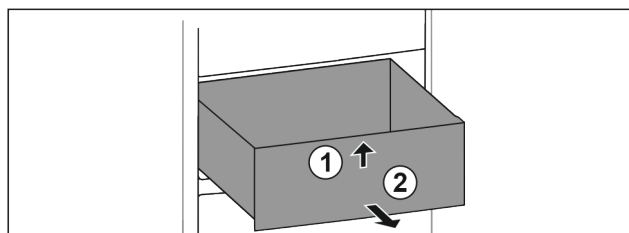

Fig. 96
- ▶ Podignite ladicu sprijeda. Fig. 96 (1)
- ▶ Izvadite ladicu prema naprijed. Fig. 96 (2)